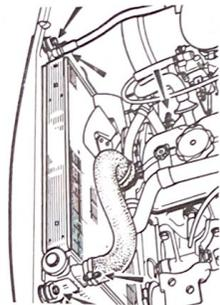

Fig. 7.—Las flechas señalan los tornillos de sujeción del radiador y de las abrazaderas.
- Quitar los dos tornillos de sujeción del radiador y extraer éste. (Ver fig. 7.)